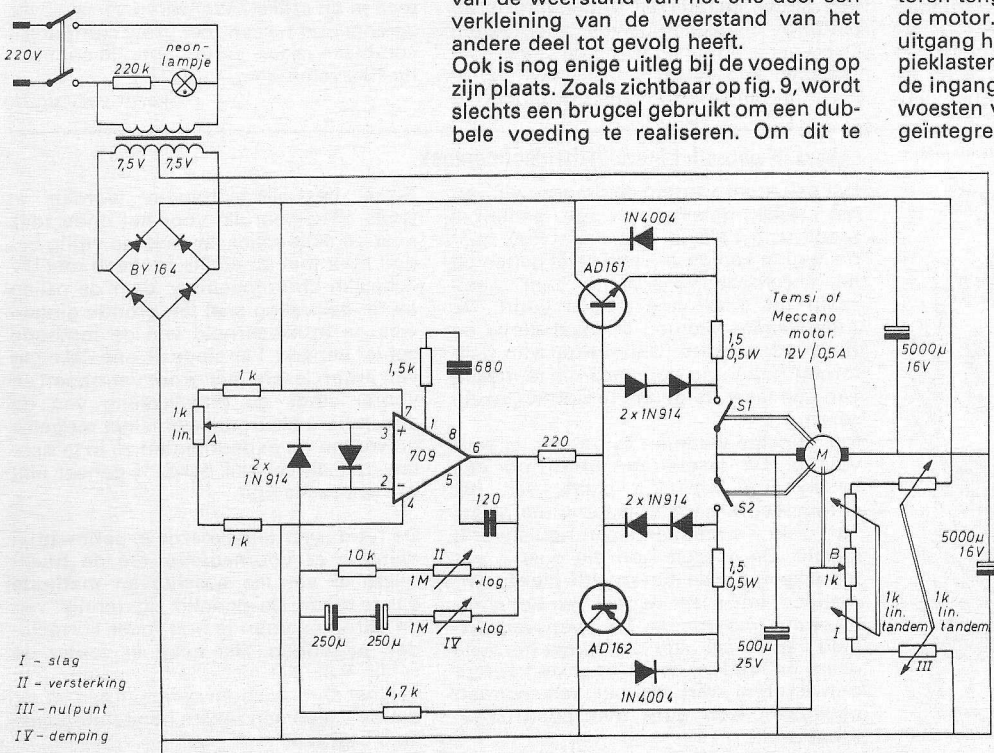

Fig. 9.
Enkele uitgewerkte ontwerpen zullen wij nu beschouwen; als eerste een servosysteem voor kleine vermogens. De schakeling is weergegeven in fig. 9. In deze schakeling zijn de principes verwerkt van de schakelingen uit fig. 4, 5 en 6. De instellingen voor het nulpunt en die voor de verhouding van de verplaatsingen van de lopers van de potmeters A en B zijn niet, zoals bij fig. 4, aangebracht in het circuit van potmeter A, maar in dat van B, hetgeen geen principieel verschil maakt voor de werking van de servo. Een voordeel van deze opstelling is echter dat het signaal op de + ingang van de „709” niet meer afkomstig hoeft te zijn van een potmeter, maar dat ieder gelijkspanningssignaal, variërend van ca. 1/3 tot 2/3 van de voedingspanning een bepaalde positie van de potentiometer tot gevolg heeft, waardoor het toepassingsgebied van de servo zeer groot kan zijn. Hierbij denken wij aan diverse automatische regelingen, schrijvers (zowel X-Y als X-t) afstandsbesturingen (ook draadloos!) enz. De omwille van hun lage prijs toegepaste eindtransistoren, AD161 en 162 hebben als nadeel hun lage max. spanning van 20 V, waardoor het beschouwde motortype niet op volle spanning kan werken, hetgeen echter geen bezwaar hoeft te zijn. Wie iets meer geld wil uitgeven kan dit complementaire paar vervangen door het paar BD 135/136 of BD 137/138, waarbij de voedingspanning kan worden verhoogd. Het verschil in junctiespanning tussen silicium en germaniumtransisto-
Ook is nog enige uitleg bij de voeding op zijn plaats. Zoals zichtbaar op fig. 9, wordt slechts een brugcel gebruikt om een dubbele voeding te realiseren. Om dit te
Bij de laagste in fig. 9 voorkomende voedingspanning is de spanning over deze weerstand en bij gemiddelde afstelling van de potmeters I en III.
De maximale frequentie-onafhankelijke versterking van de operationele versterker in fig. 9 bedraagt, als wij (12) toepassen en bedenken dat in ons geval niet geldt (fig. 4) $R_{10} \gg R_9$:
schrijvertoeppassing, een betere nauwkeurigheid wenst dan dient men voor B een potmeter van speciale constructie te gebruiken (bijv. helipot) terwijl ook de versterking moet worden verhoogd (bijv. vergroten van potmeters van 1 M Ω). Verlagen van de weerstand van 4,7 kΩ in het tegenkoppelcircuit maakt de versterking al te zeer afhankelijk van de stand van B zodat men deze weerstand alleen maar mag verlagen indien tevens de potmeters B, I en II evenredig worden verlaagd. Ook kan bij grotere versterking de temperatuurafhankelijkheid van de offsetspanning van de „709” een rol gaan spelen. Dit is echter door toepassing van een temperatuurstabilisatie, dan wel preciezere (duurdere!) operationele versterkers te verhelpen. In elk geval biedt de schakeling van fig. 9 voor een zeer bescheiden prijs veel mogelijkheden tot het
Op schakelingen, gebaseerd op een combinatie van de circuits van fig. 4, 5 en 7 zullen wij hier niet verder ingaan. Ieder die het voorafgaande heeft gevolgd zal naar analogie van de uitgewerkte schakeling van fig. 9 wel een ontwerp met gebruikmaking van de eindtrap uit fig. 7 kunnen maken. Hetzelfde geldt natuurlijk in principe voor de combinatie van de circuits uit fig. 4, 5 en 8. Deze combinatie zullen wij echter toch behandelen, vooral omdat bij het hier te bespreken ontwerp sprake is van een toepassing van het servosysteem voor een vitale functie, zodat er extra aandacht is geschonken aan de beveiliging.